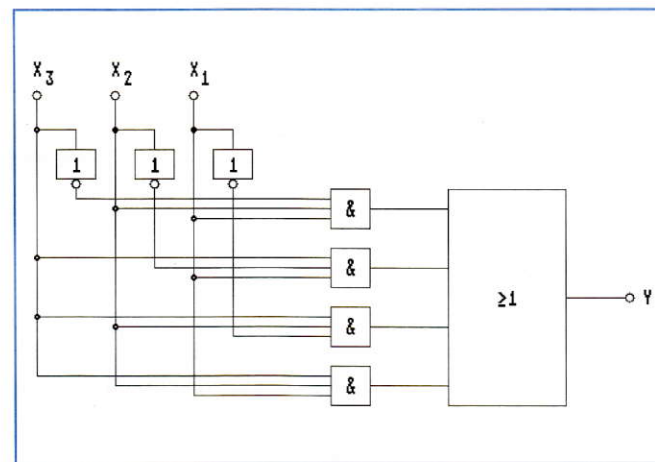

Bild 3: Blockbilddarstellung von Glg. (2)
Wie aus Bild 2 bereits zu erahnen, läßt sich eine boolesche Funktion auch grafisch darstellen, wodurch ein direkter Bezug zur Umsetzung in eine elektronische Schaltung hergestellt wird [1]. Als Beispiel ist in Bild 3 das zu Glg.(2) gehörige Blockschaltbild zu sehen.